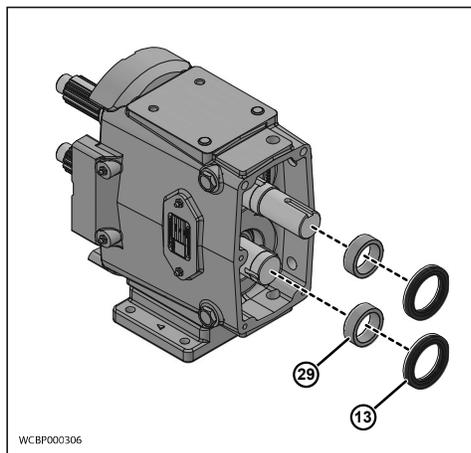

Ilustración 90 - Instalar la junta trasera
1. Instale los separadores de engranajes (Ilustración 90, elemento 29).
3. Instale las juntas para aceite con el resorte orientado hacia afuera (Ilustración 90, elemento 13).